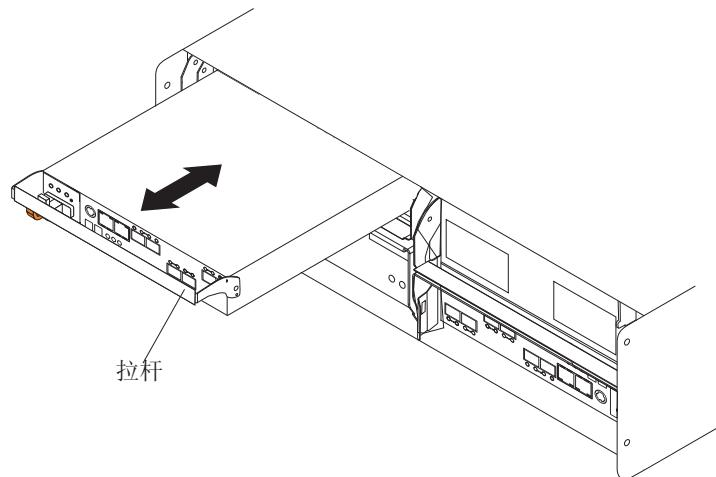

图 77. 从 DS5020 卸下控制器
- 慢慢将拉杆从机箱拉出以从托架卸下控制器。在放开控制器拉杆时请使用双手。第 119 页的图 77 显示了从存储子系统机箱滑出的控制器。